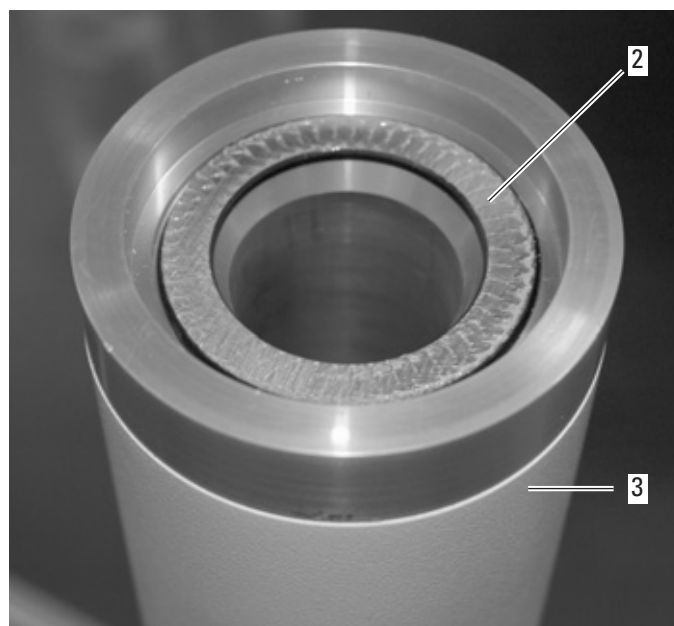

Bild 3
- ⇒ Scheibe (2) mittig in Säule (3) einsetzen (Bild 3).